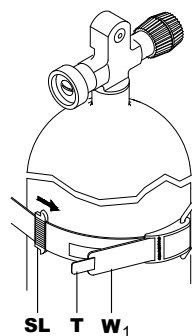
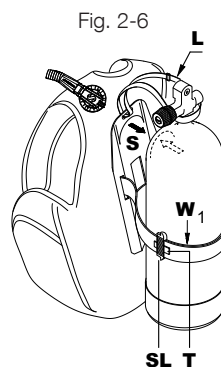

Fig. 2-5
Fig. 2-6
2. Si el chaleco compensador de flotabilidad tiene una placa trasera dura, coloque la cavidad (S) de la placa trasera en el hombro de la botella (Fig. 2-6) y luego ajuste la correa (Fig. 2-5 y 2-7) del cinturón de desenganche rápido (W1) alrededor de la botella.
3. Cierre la hebilla (C) (Fig. 2 – 7). Si la correa está demasiado ajustada o demasiado floja, abra el velcro y la hebilla para reajustar la longitud de la correa (Fig. 2-5) del cinturón de desenganche rápido (W1). Para mayor seguridad, deslice la cinta (SL) (Fig. 2-5) alrededor del extremo de la correa (T). En los compensadores de flotabilidad con una placa trasera dura, con la botella montada en el chaleco compensador de flotabilidad se puede levantar toda la unidad utilizando el mango integrado en la placa trasera.